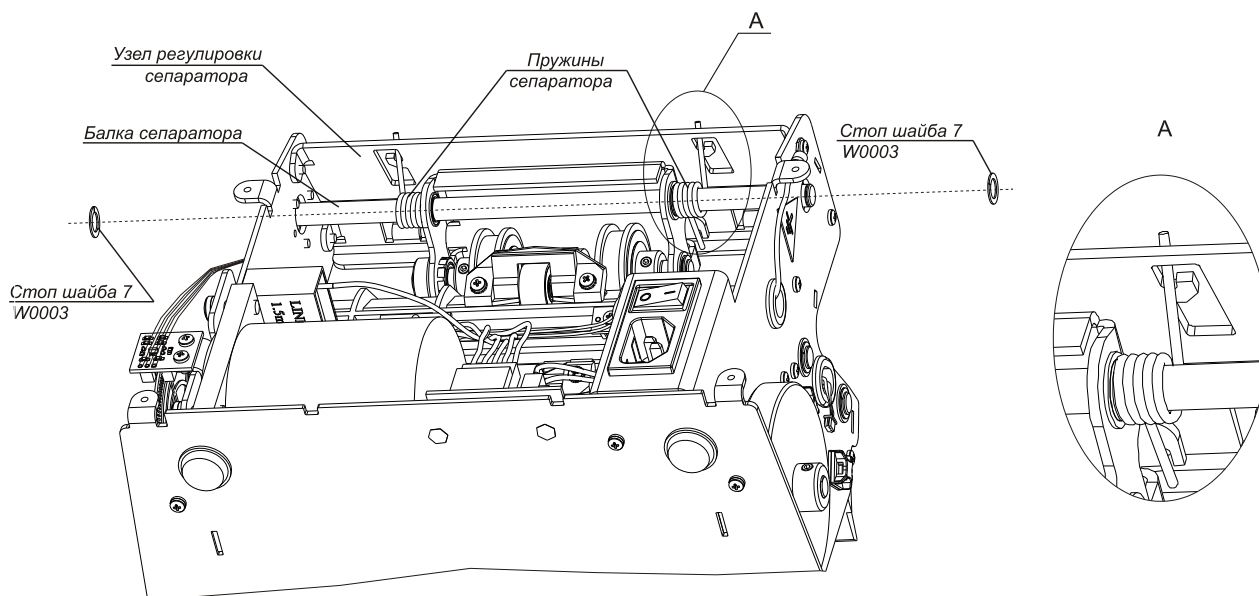

Рис. 8
1. Выведите концы пружин сепаратора из пазов узла регулировки сепаратора (рис. 8).
2. Извлеките две стоп шайбы 7 W0003 из кольцевых проточек балки сепаратора (рис. 8).